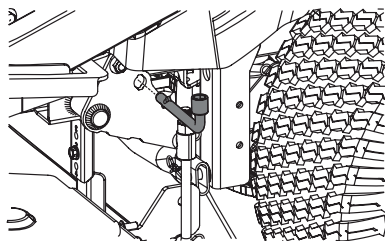

Figura 42
5. Utilice el pedal de elevación de la plataforma y la perilla de elevación de la plataforma para colocar la plataforma en su posición más baja y utilice la herramienta para usos múltiples para trabar los componentes de elevación de la plataforma en su lugar. Junto a la rueda trasera del lado izquierdo del tractor hay un par de orificios de alineación (uno sobre el bastidor y uno sobre el brazo de elevación de la plataforma) como se muestra en la Figura 42. Verifique que la herramienta está correctamente insertada en su totalidad, trabando el brazo de elevación de la plataforma en el bastidor.